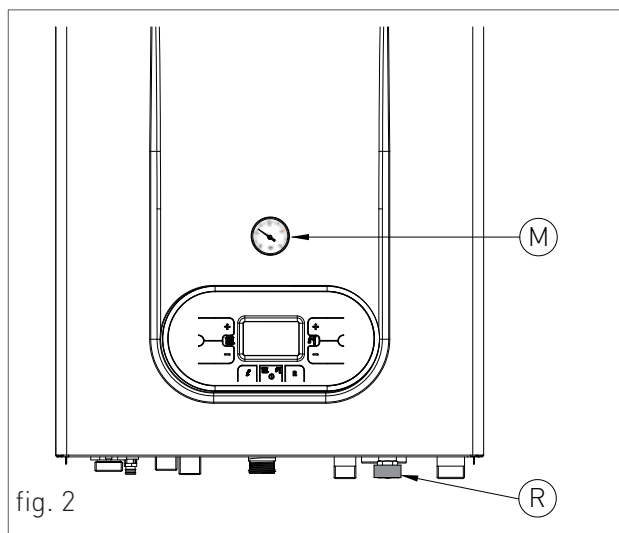
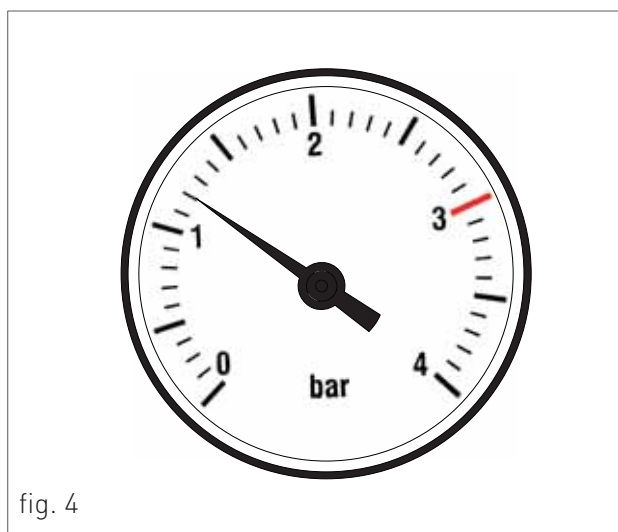

fig. 2
fig. 4
**QUESTA CALDAIA PUÒ ESSERE INSTALLATA IN UN LUOGO PARZIALMENTE COPERTO (VEDI FIG.2 AL CAPITOLO 'SPAZI TECNICI MINIMI E POSIZIONAMENTO').**
3. aprire il rubinetto di carico "R" (fig. 2);
5. controllare attraverso il manometro "M" (fig. 2) che la pressione dell'impianto raggiunga 1.2 bar (fig. 4);
6. ad operazione avvenuta, assicurarsi che il rubinetto di carico "R" (fig. 2) sia ben chiuso.
8. se dopo le suddette operazioni si rilevasse una diminuzione della pressione dell'acqua nell'impianto, aprire di nuovo il rubinetto di carico "R" fino a che la pressione nel manometro non segni 1.2 bar (fig. 4)